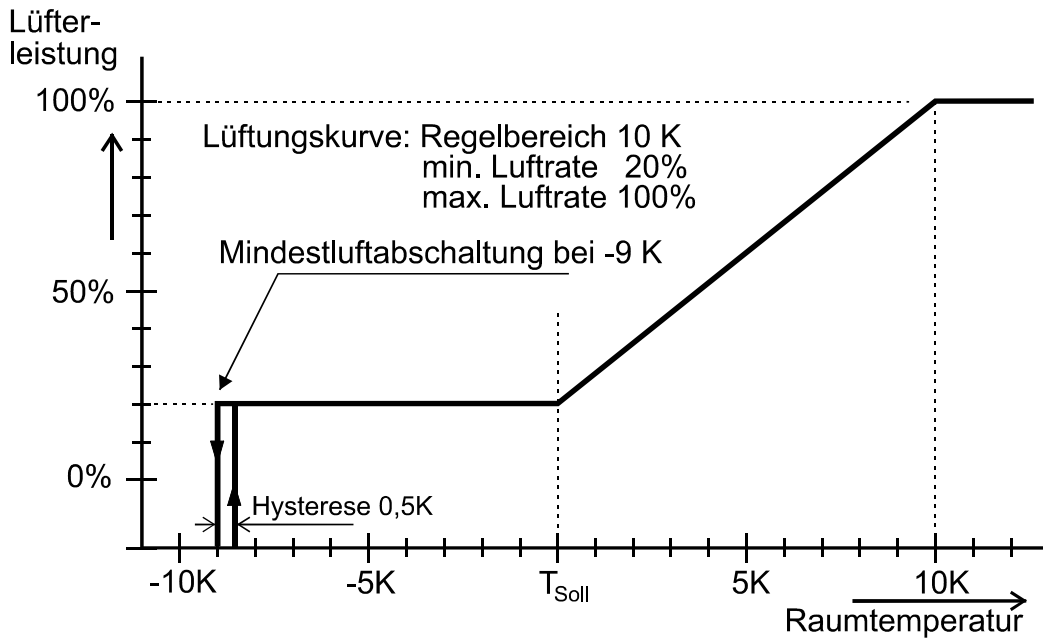

Bild 3: Lüftungsregelung mit Mindestluftabschaltung
- Bild 3: Lüftungsregelung mit Mindestluftabschaltung